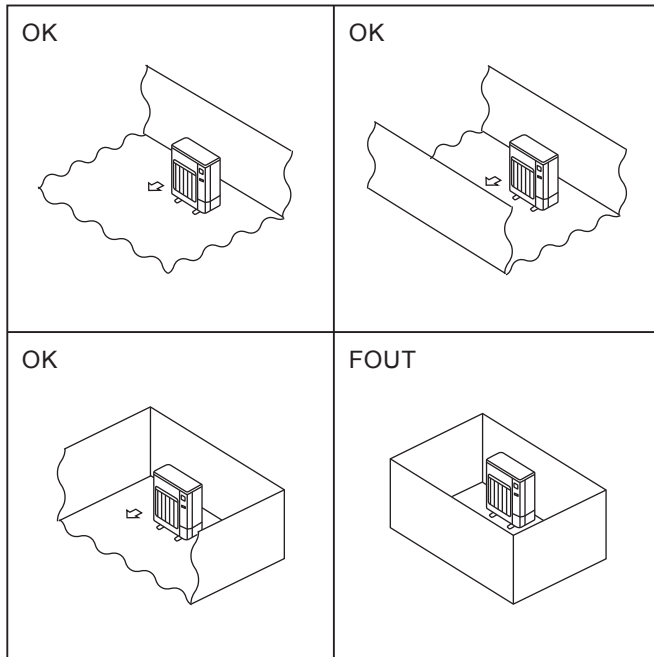

Fig. 2-1
- ⊙ Installeer buitenapparaten op een plaats met minimaal een van de vier zijden open en in een ruimte zonder verlagingen die voldoende groot is. (Fig. 2-1)